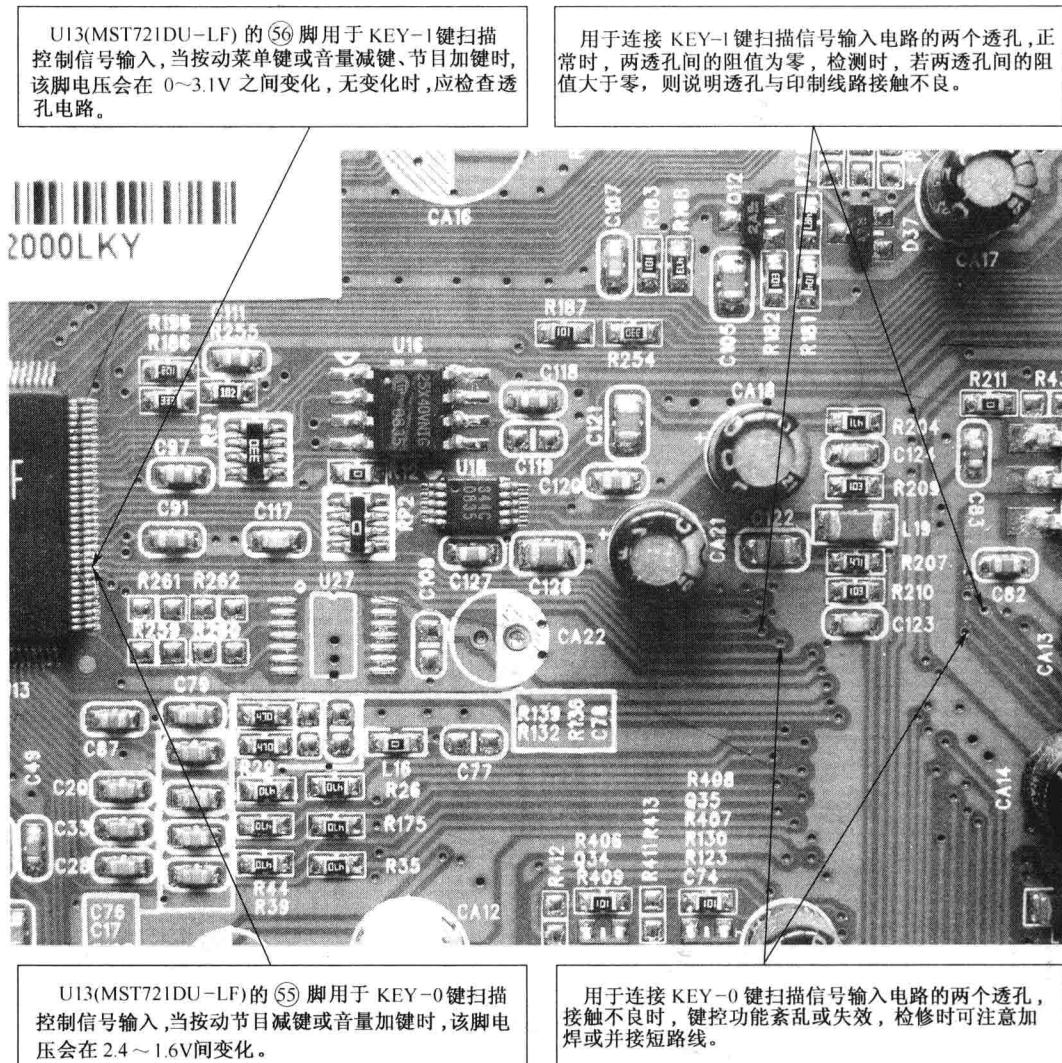
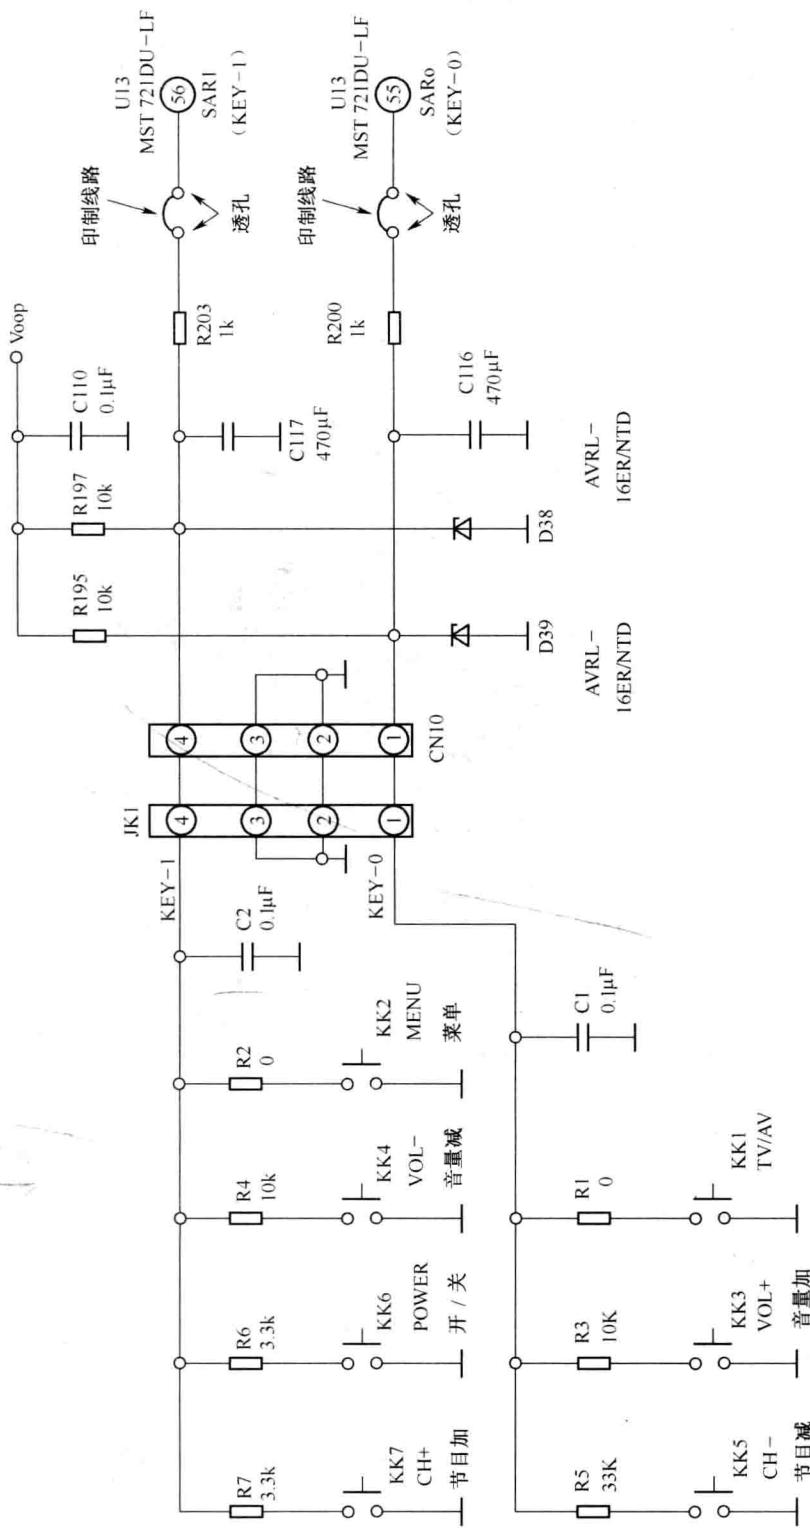

图 1-7 长虹 LT32710 机型中键控线路实物图
图 1-8 长虹 LT32710 机型中键扫描电路原理图
插座和排线与主板连接，其实物组装如图 1-4 和图 1-5 所示；键控线路主要由 D38、D39、R200、R203 等贴片式元件和透孔、印制线路以及 U13(MST721DU-LF)的⑤⑥脚等组成，并通过 CN10 插座和排线与电视机键盘相连接，其实物组装图如图 1-6 和图 1-7 所示，电路原理图如图 1-8 所示。